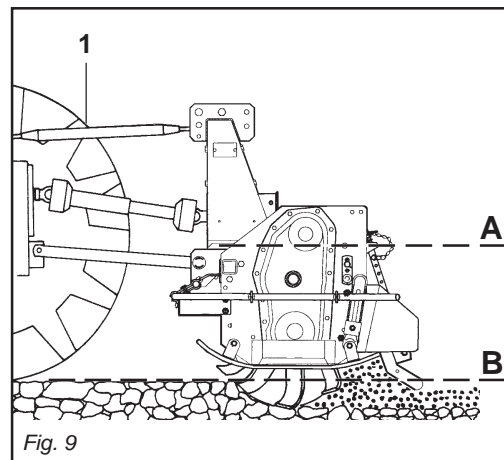

Fig. 9
- 4) Collegare il terzo punto superiore ed effettuare una corretta regolazione con il tirante (1 Fig. 9) verificando che il piano superiore della macchina (A Fig. 9) risulti parallelo al piano terra (B Fig. 9).
- 4) *Connect the upper third-point and correctly regulate by means of the adjuster (1 Fig. 9), checking that the upper surface of the machine (A Fig. 9) is parallel to the ground (B Fig. 9).*
- 4) Reliez le troisième point supérieur et réglez correctement à l'aide du tirant (1 Fig. 9).
Assurez-vous que le plan supérieur de la machine (A Fig. 9) soit pratiquement parallèle au terrain (B Fig. 9).
- 4) *Den oberen Kupplungspunkt anschließen und den oberen Lenker (1 Abb. 9) korrekt einstellen. Sicherstellen, daß die obere Haubenkante der Maschine (A Abb. 9) parallel zum Boden (B Abb. 9) steht.*
- 4) Conectar el tercer punto superior y efectuar una correcta regulación con el tirante de regulación (1 Fig. 9) controlando que el plano superior de la máquina (A Fig. 9) resulte paralelo al plano al nivel del suelo (B Fig. 9).